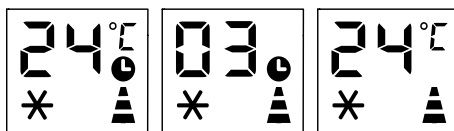

Fig. 5
- Når apparatet kører, skal du trykke på . Skærmen vil vise timer, og flere symboler blinker på samme tid. (Fig. 5)